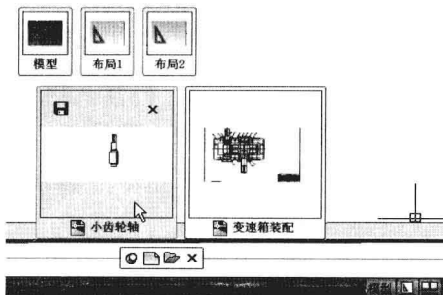

图 4-4-1
(1) 依次打开素材文件“小齿轮轴.dwg”和“变速箱装配.dwg”，在“变速箱装配.dwg”图形文件中单击要剪切或复制的对象，选择菜单命令“编辑/剪切”或“编辑/复制”。
(2) 在状态栏中单击“快速查看图形”按钮，打开所有图形文件缩略图。单击“小齿轮轴.dwg”缩略图，将这个图形文件置为当前操作状态，如图 4-4-1 所示。